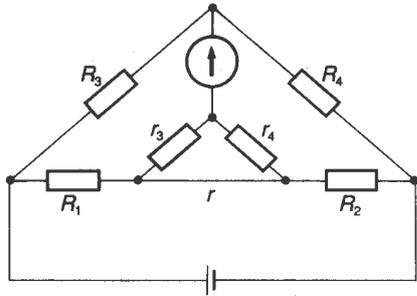

Figura 6
9.- Demuéstrase que en el puente de Kelvin de la Figura 6, si se cumple la relación  $\frac{R3}{R4} = \frac{r3}{r4}$ , entonces es posible determinar R1 (resistencia de bajo valor), sin que sea causa de error la resistencia del cableado de conexión r, mediante la expresión